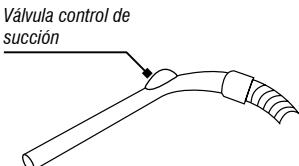

Fig. 13 – Regulado de la fuerza de succión
- Es posible regular la succión de la aspiradora, cuando vaya aspirar materiales más frágiles abra la válvula de succión de esta forma la fuerza de aspirado será menor, de acuerdo a lo mostrado en la Fig. 13.